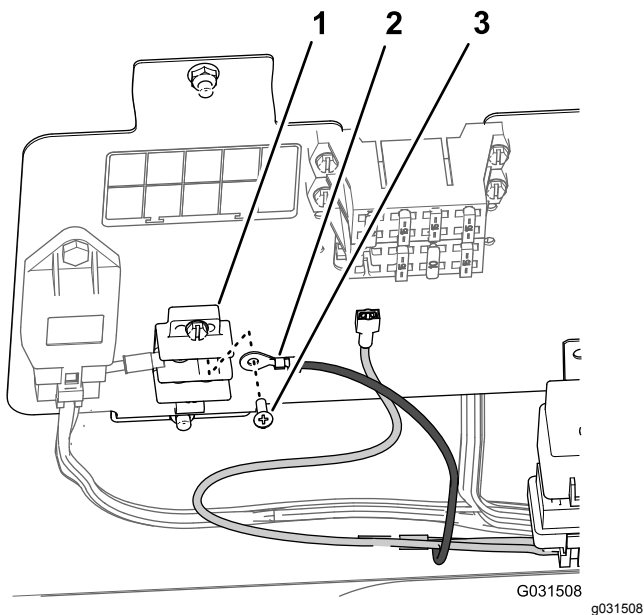

图 202
- 拆下接地端子板上的螺丝图 202。
2. 用您在步骤 1 中拆下的螺丝将完成套件线束的环形端子固定到接地端子板上图 202。